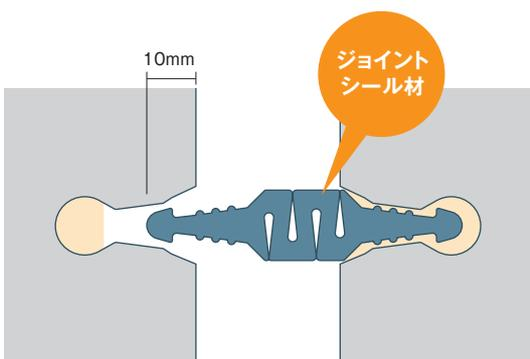

図2 挿入準備状況
①クレーンでの吊り荷重が、「製品荷重マイナス1t」(設置している製品荷重が1t以下)になるよう吊り込んだ状態で、ジョイントシール材が10mm程度挿入されるまで、バールで押し込みます (図2参照)。この際、ジョイントシール材が反って目地溝に入らない場合がありますが、ジョイントシール材調整棒を使って上下を調整します (図3参照)。